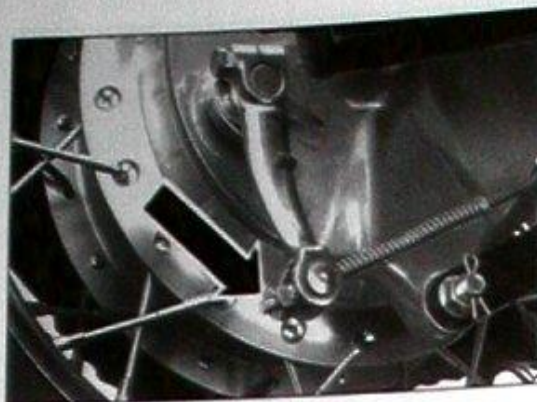

Bild 51
- Zur Einstellung Schaltergehäuse ① Bild 51 festhalten und Mutter ② ein- oder ausdrehen.